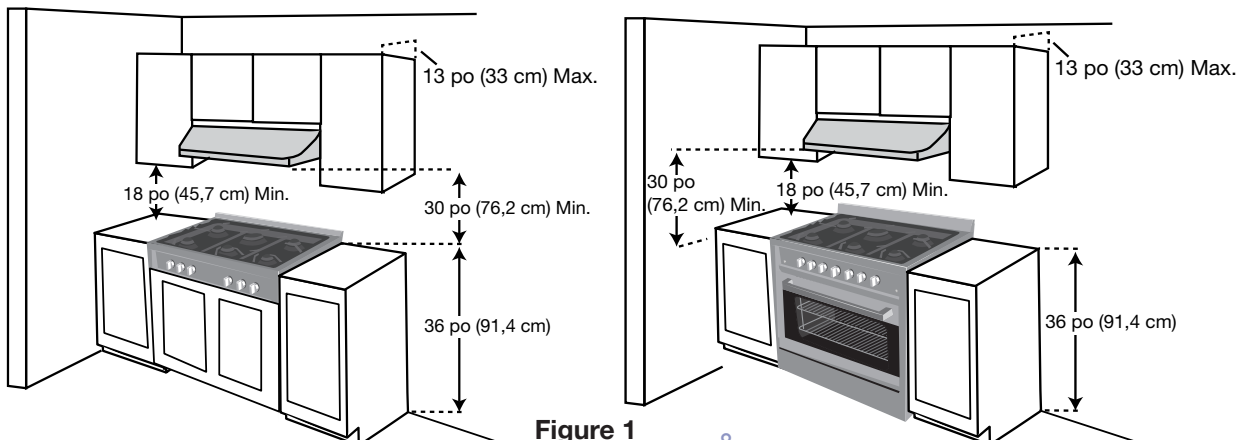

Figure 1
- Dans la zone de travail près de l'appareil, il faut prévoir un espace de dégagement d'au moins 45,7 cm (18 po) entre le comptoir et le bas de l'armoire. (Voir la figure 1.)